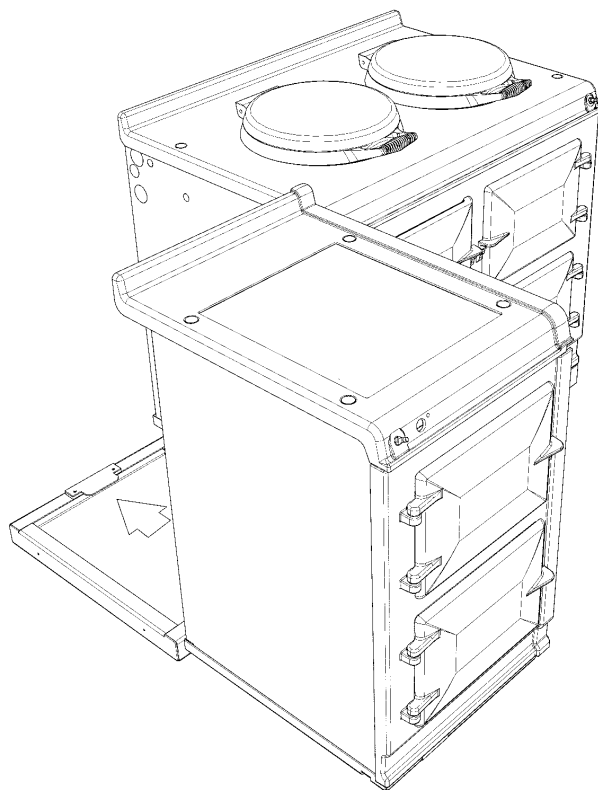

Abb. 15
6. Den Wärmeschrank auf den Sockel schieben, bis die hintere Haltelasche vollständig im Schlitz auf der Rückseite der Sockelplatte sitzt (siehe Abb. 15). Sicherstellen, dass das Gerät bündig mit dem Sockel abschließt. Danach die vordere Haltelasche in den Schlitz an der Unterseite der Sockelplatte einrasten. Sobald die vordere Haltelasche zufriedenstellend eingerastet ist, diese an ihrer Position arretieren, indem die beiden M6-Schrauben festgezogen werden. Sicherstellen, dass das Stromkabel nicht das Ofenentlüftungsrohr des AGA DC3 berührt.